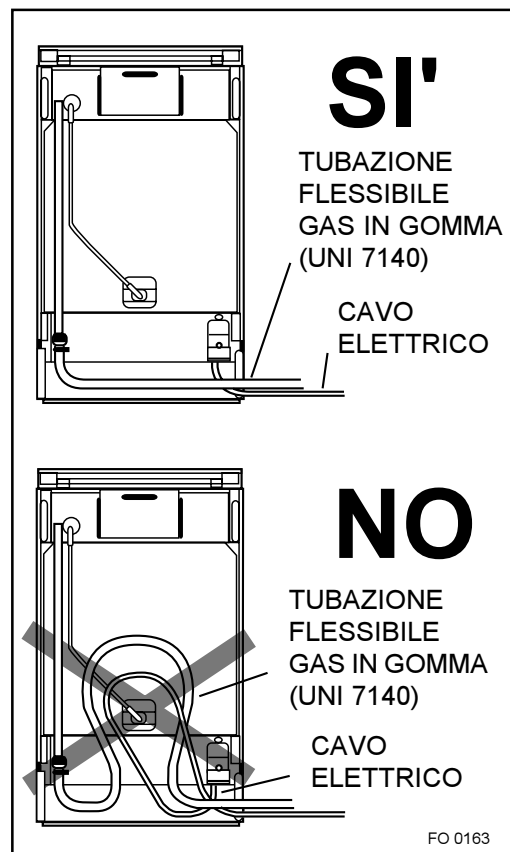

Fig. 14
- il tubo non deve raggiungere in nessun punto una temperatura maggiore di 30°C a quella ambiente; qualora il tubo flessibile, per raggiungere il rubinetto, debba passare dietro la cucina, deve essere disposto come da Fig. 14;